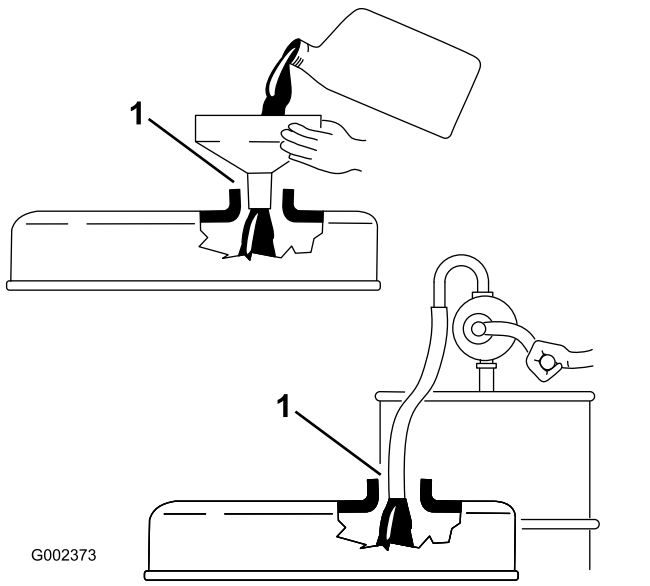

图27
**重要事项：** 确保为发动机添加机油时已取出量油尺。当添加机油或注油时、注油设备与气门室盖内的注油孔之间**必须有**空隙、如图27所示。此空隙是注油时准许通风所必需的、可以防止油溢入通气孔。